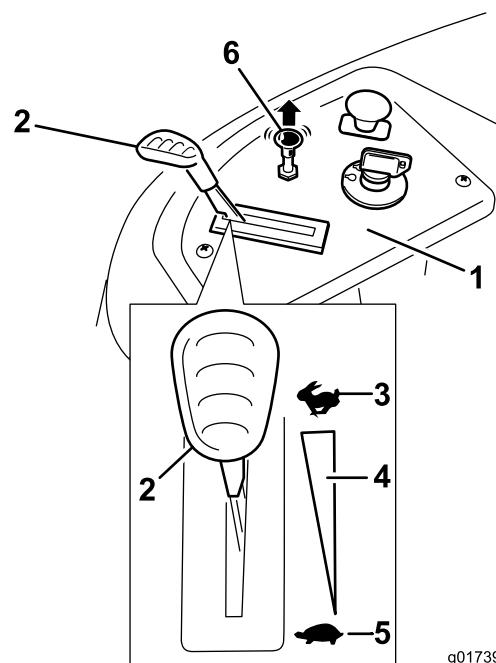

Figura 13
- 3. Tirate verso l'alto il comando dello starter prima di avviare il motore a freddo (Figura 13).
2. Portate la leva dell'acceleratore in posizione Fast (Figura 13).